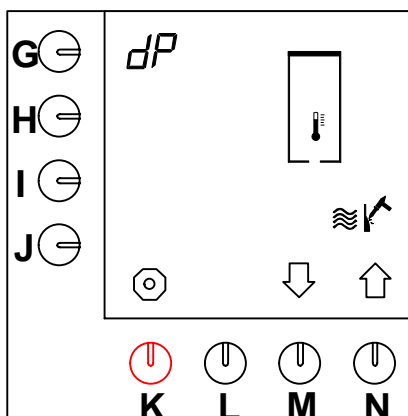

Fig. 21 Start av varmvattensystemets avkalkningsprogram
- Avkalkningsprogrammet visas på displayen (fig. 21).